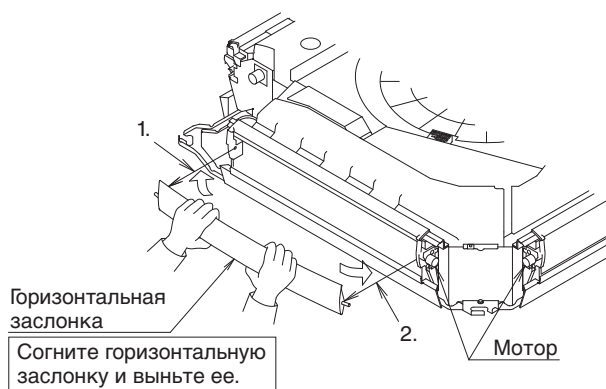
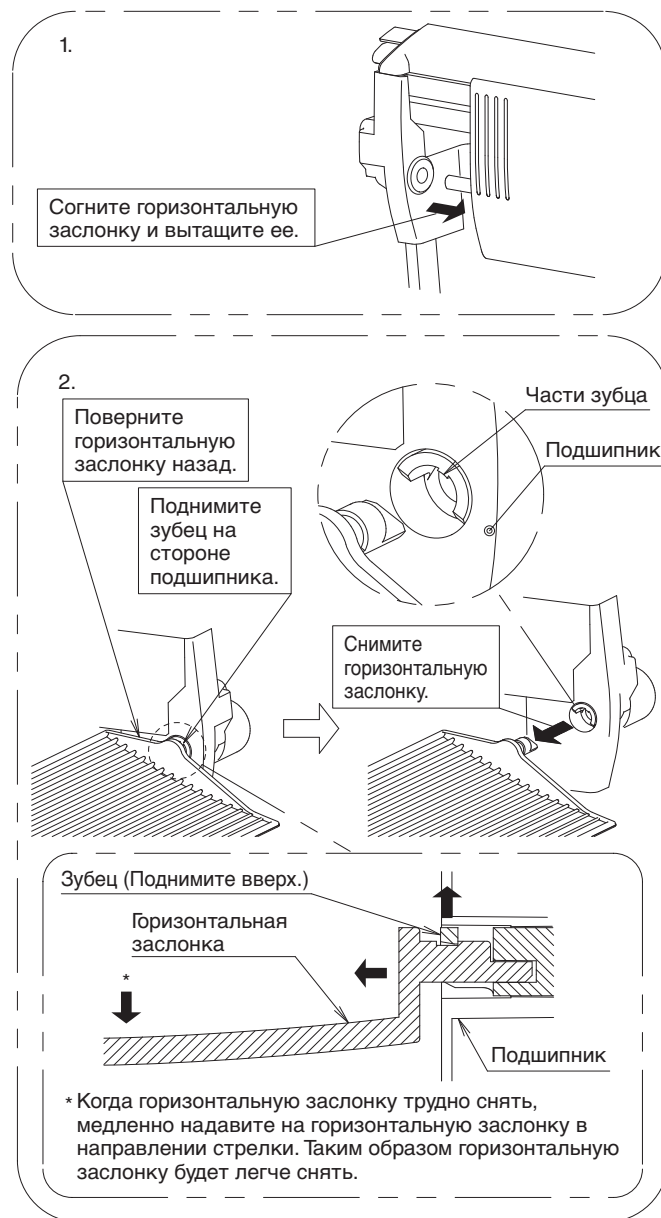

Рис. 10
Рис. 11
### (1) Снимите горизонтальную заслонку воздуховыпускного отверстия для блокировки. (См. Рис. 10 и Рис. 11)